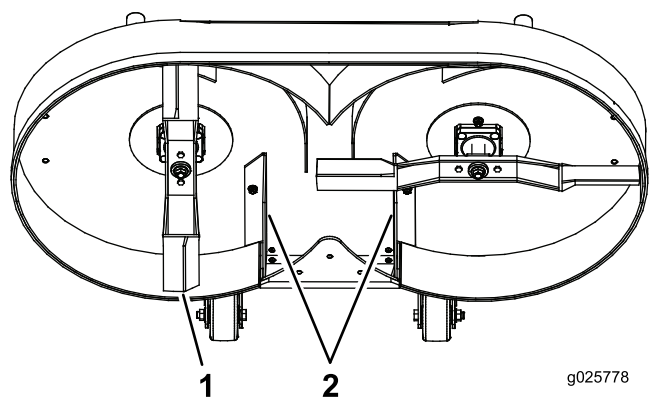

Figura 1
- Retire las placas deflectoras de cada lado del orificio de descarga de la carcasa de corte, y guárdelas para su uso futuro (Figura 1).